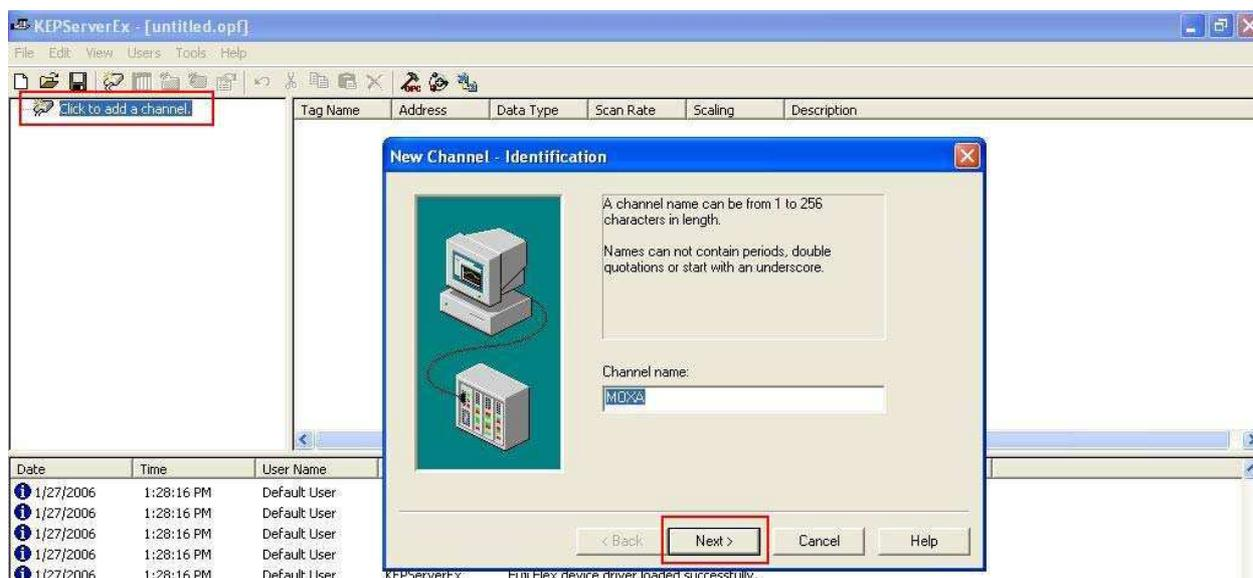

Рис.3
2.1 Запустите программу KEPServerEX OPC Server, добавьте новый канал выбрав в правом меню **Click to add a channel**, присвойте имя канала, и затем нажмите **Next** (Рис.3):